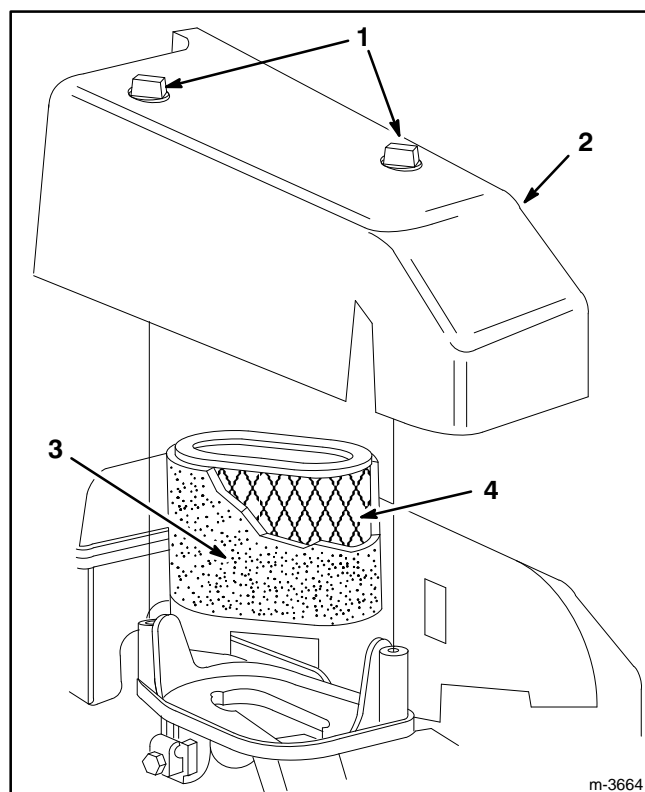

Figure 17
2. Dévisser les 2 boutons de fixation du couvercle du filtre à air au moteur (Fig. 17).